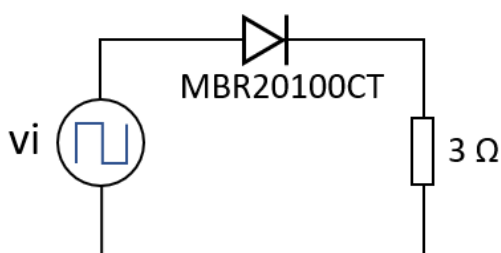
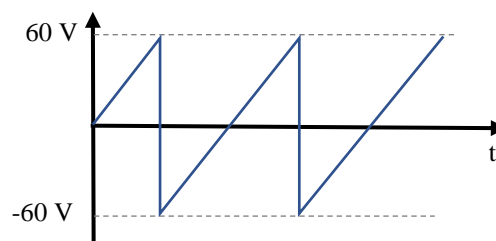

Figura 1: Circuito simplificado da aplicação
Figura 2: Forma de onda da tensão v_i .
1. O diodo de potência MBR20100CT, do fabricante VISHAY, utilizado no circuito da figura 1, tem uma tensão de threshold estimada (V_t) igual a 620 mV e uma resistência em condução direta igual a 10,1 m Ω . A tensão aplicada apresenta uma forma de onda triangular simétrica (figura 2), com 120 V pico-a-pico e ciclo de trabalho $D = 0,5$, numa frequência f_s de 20 kHz. O circuito irá operar na temperatura ambiente de 30 °C.
O conversor c.c.-c.c. mostrado na figura 1 é utilizado para se elevar de 24 para 60 V c.c. a tensão de um banco de baterias para aplicação em uma carga elétrica. Os interruptores eletrônicos empregados no conversor são o MOSFET **M1** e o Diodo de potência **D1**. Para a aplicação em questão o projetista escolheu o diodo VS-E5TH1506, cuja folha de dados encontra-se em anexo. As formas de onda das correntes, em ampères, nos interruptores e nos componentes passivos do conversor estão representadas na figura 2. Se o conversor opera na frequência de chaveamento $f_s = 100 \text{ kHz}$, com ciclo de trabalho $D = 0,66$, pede-se determinar: